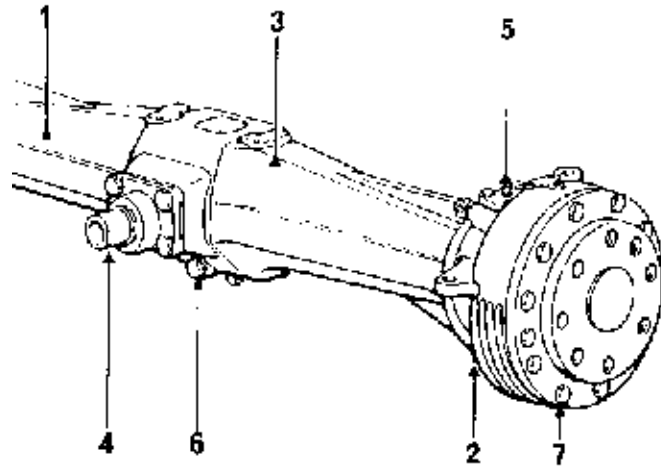

Fig. 100 - **Points de graissage de traction avant**
- Graisseur axe de fusée de roue avant (2)
- Graissage du pivot de débattement du essieu avant (1)
- Graisseur de roulement axes (5 Fig. 100) roue AV (2)
- Graissage des vérins de direction (4)
- Graissage de vis de barre de relevage (2)
- Seulement pour 4RM - Graisseur roulements des fourchettes des moyeux de roues (4)
- Seulement pour 4RM - Graisseurs pivot d'articulation des vérins (4)
- Seulement pour 4RM - Graisseur berceau pont avant (1)
- Seulement pour 4RM - Graisseur berceau pont arrière (1)